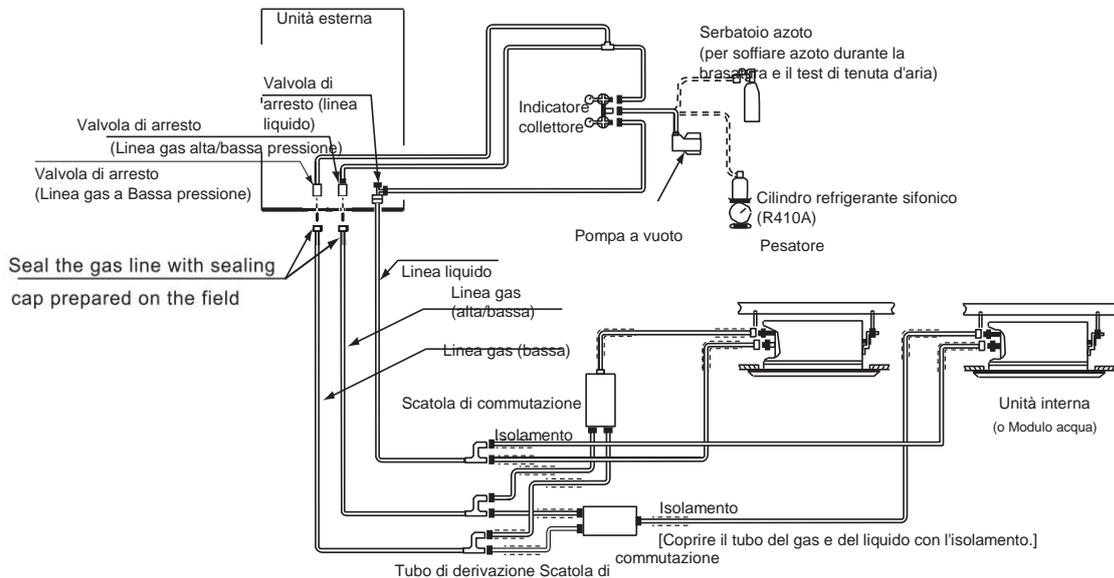

Fig. 7.1 Test di tenuta d'aria
- La valvola del gas deve essere isolata e protetta e la pressione diretta sulla valvola del gas è assolutamente vietata (vedi Fig. 7.1)